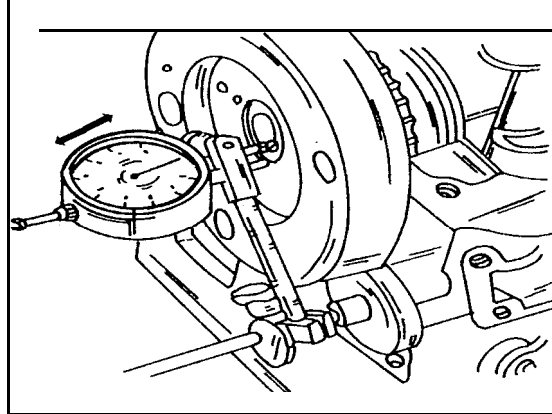

Bild 133
- Eine Messuhr mit einem Ständer so vor die Vorderseite des Zylinderblocks setzen, dass der Messfinger auf dem Endzapfen der Kurbelwelle aufsitzt (Bild 133). Mit einem Schraubendreher die Kurbelwelle nach einer Seite drücken, die Messuhr auf Null stellen und die Welle auf die andere Seite drücken. Die Anzeige der Uhr ist das Axialspiel der Kurbelwelle und ist für den späteren Zusammenbau aufzuschreiben. Wenn es mehr als 0,30 mm beträgt, muss dies bei der Montage berücksichtigt werden. Das mittlere Lager ist mit zwei Anlaufscheiben links und zwei rechts versehen, um das Axialspiel aufzunehmen. Falls dieses zu gross ist, können neue Scheiben eingebaut werden, jedoch muss auf beiden Seiten die gleiche Scheibenstärke verwendet werden.